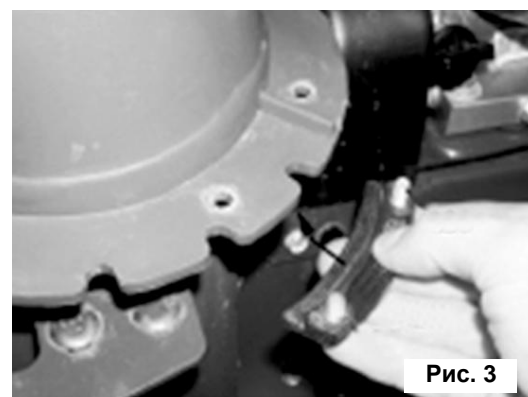

Рис. 3
- Снегоотвод крепится при помощи винтов и прижимных планок крепления. Установите винты в отверстия, расположенные на фланце снегоотвода (См. Рис.3).